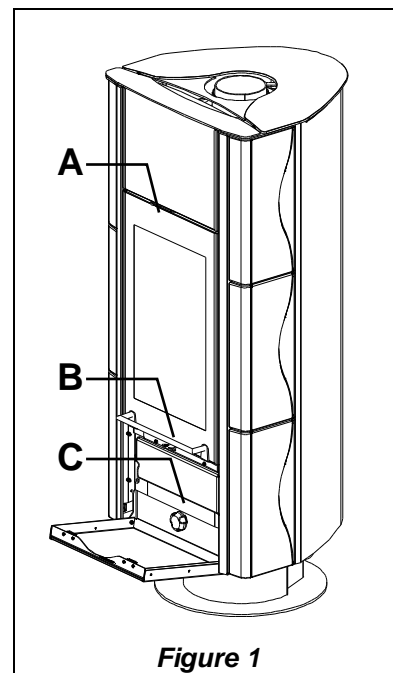

Figure 1
La particularité du modèle suivant réside dans la possibilité de faire pivoter le corps de +/- 45° par rapport à l'axe du piédestal, même lorsque l'appareil fonctionne, d'où la possibilité de bloquer l'appareil dans la position souhaitée en utilisant la manette prévue à cet effet (Figure 1 pos. C).
La porte panoramique (Figure 1 pos. A) est montée sur guides extensibles à billes qui garantissent un fonctionnement efficace, silencieux et durable.
**par rayonnement:** la chaleur est rayonnée dans le milieu ambiant à travers la vitre panoramique et les surfaces chaudes externes du poêle. L'appareil est équipé de régulateurs pour l'air primaire et secondaire, qui permettent de régler l'air de combustion. (Figure 1 pos. B),
(levier inférieur, Figure 1 pos. B).
Le levier de commande du registre de l'air primaire et secondaire est situé sous la porte du foyer (Figure 1 pos. B).